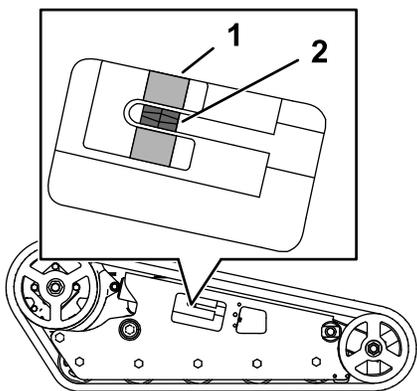

Рисунок 58
Убедитесь, что натяжной блок совмещен с зеленой направляющей на наклейке или что этот блок расположен на расстоянии 1,3 см от задней кромки паза натяжной трубки (Рисунок 58).
4. Используя ключ с храповым механизмом на 1/2 дюйма, поворачивайте натяжной винт до совмещения натяжного блока с зеленой направляющей на наклейке или до тех пор, пока он не будет на расстоянии 1,3 см от задней кромки паза натяжной трубки (Рисунок 58).
8. Убедитесь в том, что натяжной блок находится в пределах зеленой направляющей на наклейке или что он расположен на расстоянии 1,3 см от задней кромки натяжной трубки на обеих гусеницах (Рисунок 58). При необходимости отрегулируйте тормоза.